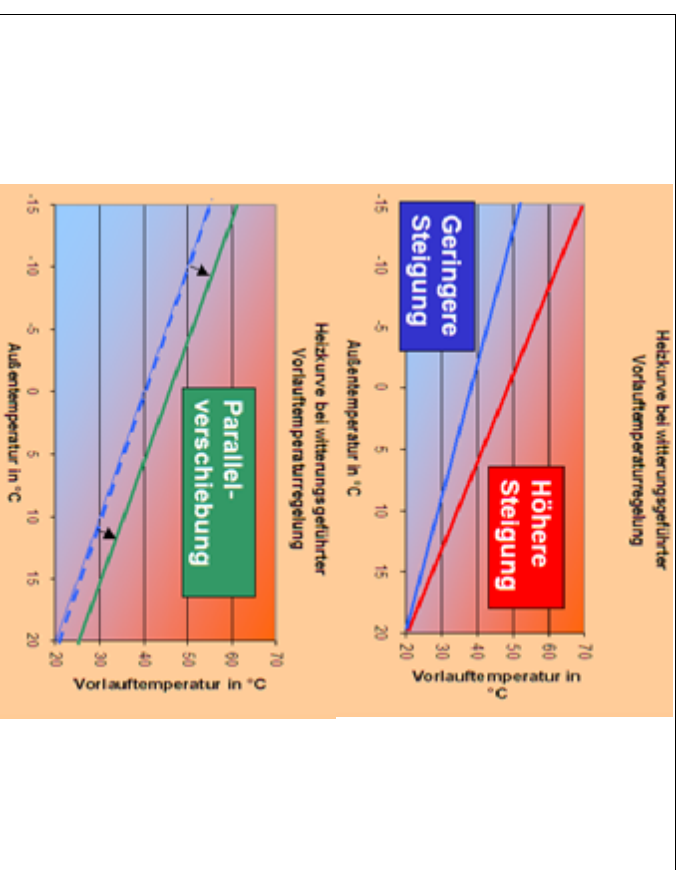

Abbildung 2 (B60, B61) Zusammenhang von Vorlauftemperatur und Außentemperatur in Form der Heizkurve.
- Steigung: Je höher die Steigung ist, desto höher ist die Vorlauftemperatur an den kalten Tagen des Jahres (Abbildung 2: die rote Heizkurve bewirkt, dass das Heizwasser bei $-15\text{ }^{\circ}\text{C}$ Außentemperatur etwa $70\text{ }^{\circ}\text{C}$ warm ist, bei der blauen Heizkurve mit geringerer Steigung werden nur knapp über $50\text{ }^{\circ}\text{C}$ erreicht)